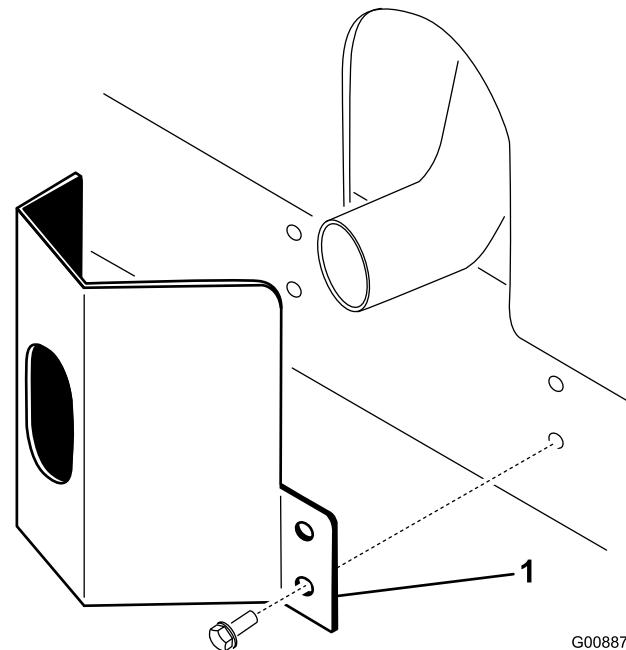

Figura 11
- 2. Fije el protector al bastidor con 4 tornillos autorroscantes (Figura 11).
1. Coloque el protector del tubo de escape alrededor del silenciador, alineando los taladros de montaje con los del bastidor (Figura 11).